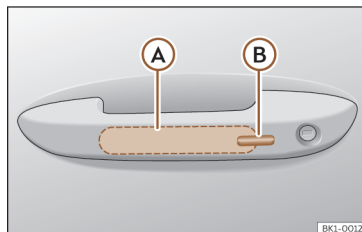

Fig. 69 Manecilla de la puerta: superficies sensoras.
>>> **fig. 69**
- Toque la superficie sensora >>> **fig. 69** Ⓑ situada en el lado exterior de la manilla de la puerta. Todos los intermitentes parpadean una vez.
- Antes de que transcurran 5 segundos, toque una vez el sensor del lado exterior de la manilla de la puerta >>> **fig. 69 (B)**. Al hacerlo, no agarrar la manilla. El sistema Keyless Access queda desactivado temporalmente.
Para cerrar con la función de confort todas las ventanillas eléctricas y el techo de cristal, mantenga un dedo durante unos segundos sobre la superficie sensora de bloqueo >>> **fig. 69 (B)** de la manecilla de la puerta hasta que se hayan cerrado las ventanillas y el techo.